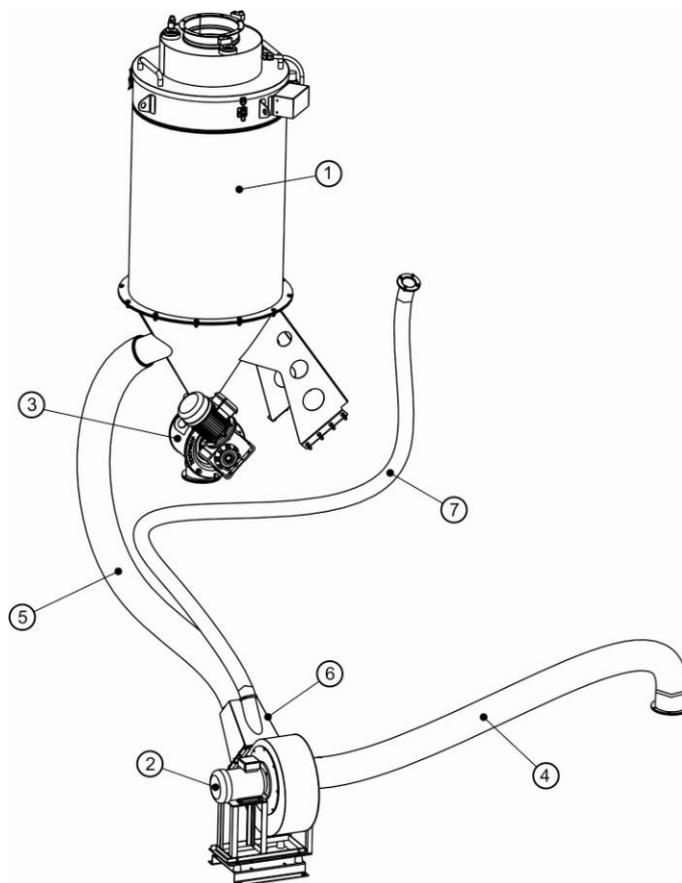

Рис.17 Система фильтрации воздуха
Система фильтрации (Рис.17) состоит из кассетного фильтра (1), малого пылевого вентилятора (2), шлюзового затвора (3) перегрузки пыли, короткого рукава PU D-160 (4), соединяющего патрубков сброса воздуха со входом малого пылевого вентилятора (2), длинного рукава PU D-160 (5), соединяющего коллектор (6) малого пылевого вентилятора (2) с патрубком входа кассетного фильтра (1). Коллектор (6) также оснащен патрубком под установку рукава ПВХ РНД-УЛ-70-75 (7) - байпаса, служащего для сброса части запыленного воздуха в корпус изделия во время обратной продувки фильтровальных элементов.